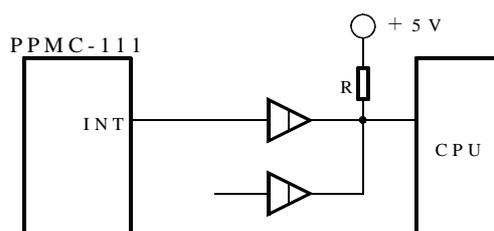

図 2-7 PPMC-111 割込み出力信号の接続例
- ① PPMC-111 がホスト・プロセッサより受け取った命令コードやパラメータが不正な場合
- ② PPMC-111 への命令コードの終了割込み制御が許可がされており、PPMC-111 のパルス出力が終了した場合
\overline{INT} 信号は通常“H”レベルで上記①及び②の条件が成立した場合に“L”レベルになります。なお、 \overline{INT} 信号端子はオープンコレクタでないため、複数の割込を接続する場合は図 2-7 のようにオープンコレクタのバッファを設けるようにして下さい。